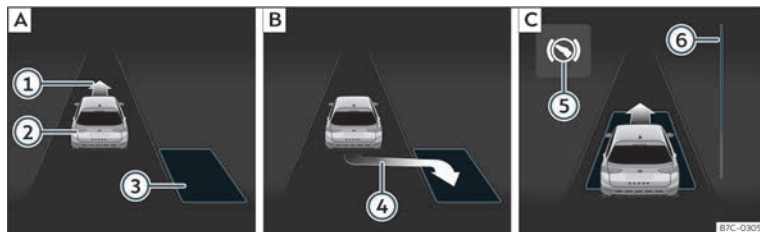
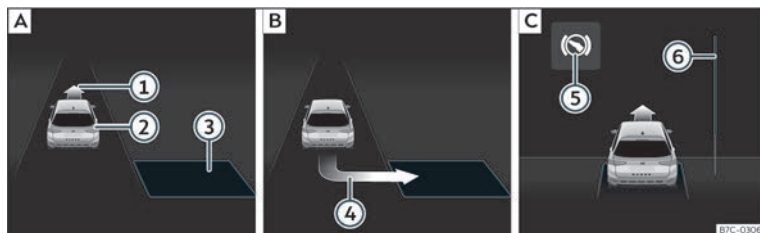

Fig. 180 No ecrã do painel de instrumentos: estacionar em linha. **[A]** Procurar um lugar de estacionamento. **[B]** Posição para estacionar. **[C]** Manobrar.
Fig. 181 No ecrã do painel de instrumentos: estacionar em espinha. **[A]** Procurar um lugar de estacionamento. **[B]** Posição para estacionar. **[C]** Manobrar.
para estacionar» **Fig. 180 [B]** ou» **Fig. 181 [B]**. O lugar foi considerado «apropriado» se no ecrã do painel de instrumentos aparecer a indicação de estacionar ④.
• Retroceda até o sinal contínuo do ParkPilot soar; **OU:** retroceda até aparecer a indicação de marcha à frente no ecrã do painel de instrumentos»» **Fig. 180** [C] ou»» **Fig. 181** [C]; **OU:** retroceda até aparecer a mensagem **Park Assist finalizado** no ecrã do painel de instrumentos. A barra de progresso ⑥ indica a distância a percorrer»» **Página 274**.
• Carregue no pedal do travão até o sistema de estacionamento assistido terminar de realizar as rotações do volante; **OU:** até o símbolo (S) no ecrã do painel de instrumentos se apagar.
• Faça marcha à frente até soar o sinal contínuo do ParkPilot; **OU:** faça marcha à frente até aparecer a indicação de fazer marcha-atrás no ecrã do painel de instrumentos. O sistema de estacionamento assistido manobra o veículo em frente e em marcha-atrás até centrá-lo no lugar»» **Fig. 180** [C] ou»» **Fig. 181** [C].
»» **Fig. 180** ⑥ e»» **Fig. 181** ⑥ mostra simbolicamente no ecrã do painel de instrumentos a distância relativa que ainda falta percorrer. Quanto maior for a distância, mais cheia está a barra de progresso. Ao circular em marcha à frente, o conteúdo da barra de progresso diminui para cima, e ao circular em marcha-atrás, diminui para baixo.